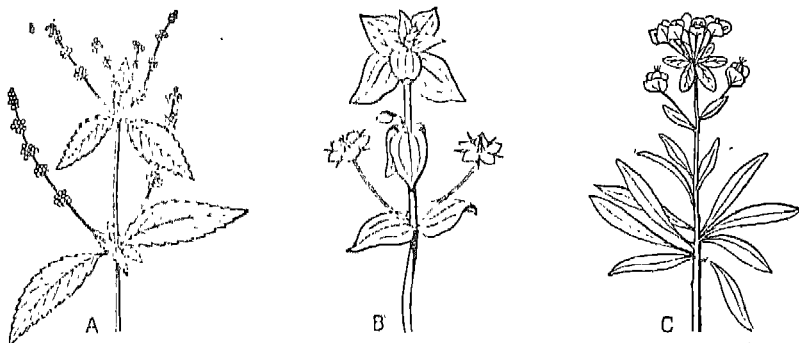

Fig. 8. -- Trois plantes, mortelles pour les Lapins, qui poussent abondamment dans les jardins mal sautés. A. *Mercuriale*. B. *Mouron rouge*. C. *Euphorbe*.
Certaines plantes empoisonnent les Lapins, notamment : Mûron rouge, Mercuriale, Euphorbe (fig. 8), Ciguë, Gaillet, etc., toutes plantes que vous devez apprendre à connaître.
1. Voir *Leçons de Sciences au Cours moyen*, Delagrave, éditeur, page 94 (fig. 8).